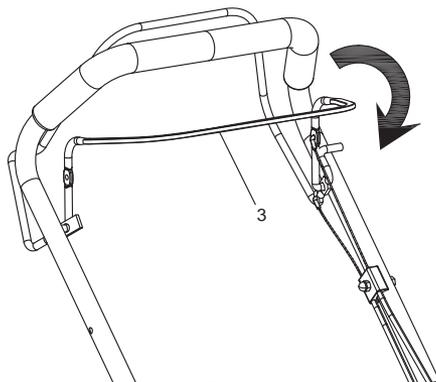

Fig. 11
Relâcher la barre de freinage (3) pour arrêter le moteur et la lame (Fig. 11).